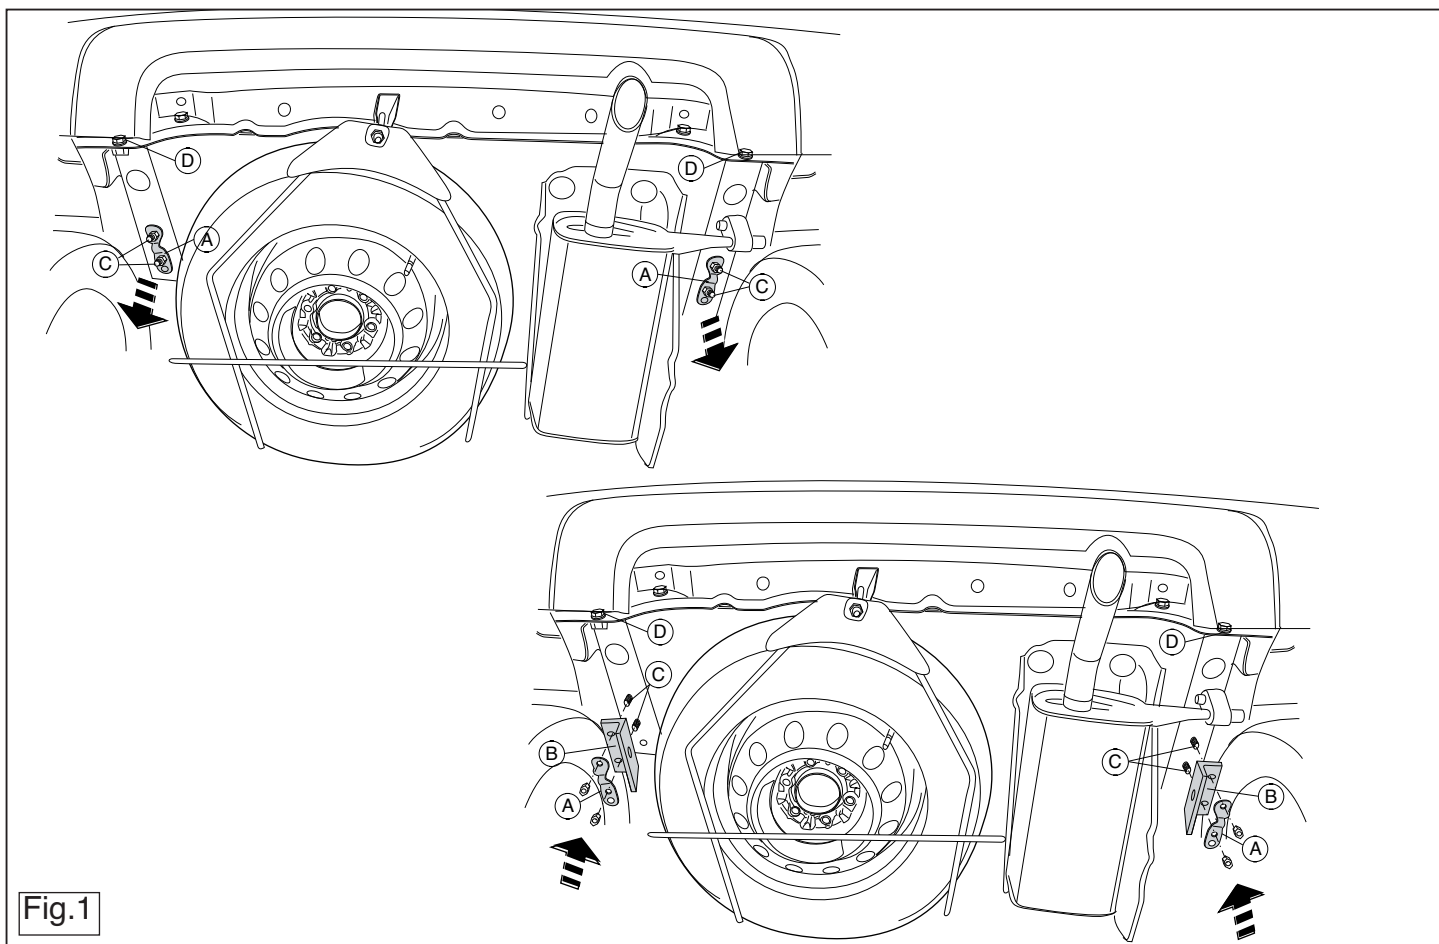

Fig.1
2. Remove if present supports A at the left and right. See figure 1.
3. Position supports B and attach them at points C, fitting the whole thing finger-tight. See figure 1.
2. Falls vorhanden die Halterungen A links und rechts abmontieren. Siehe Abbildung 1.
3. Die Halterungen B anlegen und bei den Punkten C halbfest anbringen. Siehe Abbildung 1.
2. Démonter si présents les supports A à gauche et à droite. Voir la figure 1.
3. Positionner les supports B et les fixer aux points C, monter l'ensemble sans serrer. Voir la figure 1.